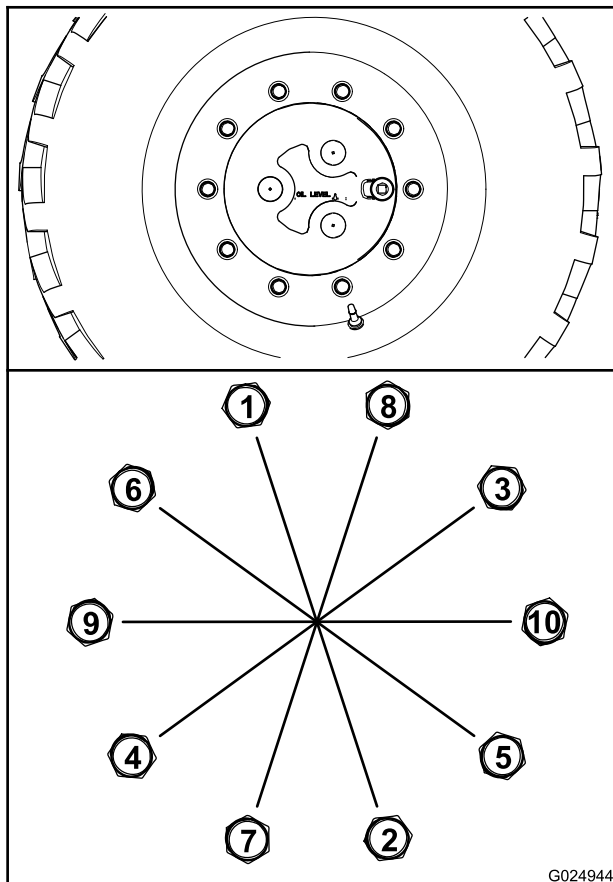

Рисунок 88
- В. Затяните все гайки колеса с моментом 200 Нм (150 фунт-футов) в последовательности, показанной на Рисунок 88.
- С. Затяните все гайки колеса с моментом 300 Нм (225 фунт-футов) в последовательности, показанной на Рисунок 88.
- А. Затяните все гайки колеса с моментом 100 Нм (75 фунт-футов) в последовательности, показанной на Рисунок 88.